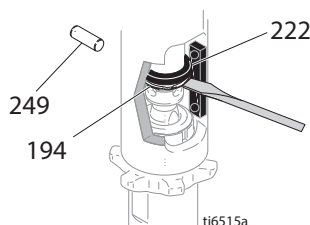
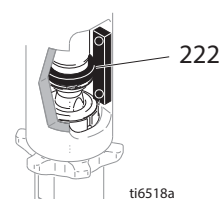

Fig. 12
Fig. 15
- 4 Fig. 12. Poussez la bague aimantée (222) vers le haut. Poussez le ressort (194) vers le haut. Sortez la broche (249).
- 2 Fig. 15. Tirez lentement sur le cordon de démarrage du moteur jusqu'à ce que l'orifice de la broche de la tige de pompe s'aligne avec l'orifice de la tige hydraulique. Fig. 12. Enfoncez la broche (249) dans l'orifice. Poussez la bague aimantée (222) vers le bas. Poussez le ressort (194) dans la rainure.